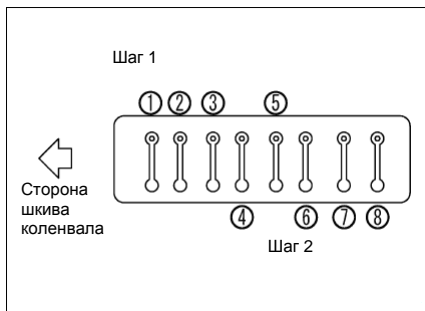

Рис. 5-10.
4. Установите поршень для цилиндра №1 в верхнюю мертвую точку такта сжатия и отрегулируйте клапаны (1), (2), (3) и (5) на рис. 5-10.
5. Установите поршень для цилиндра №4 в верхнюю мертвую точку такта сжатия, поворачивая коленвал и отрегулируйте клапаны (4), (6), (7) и (8) на рис. 5-10.